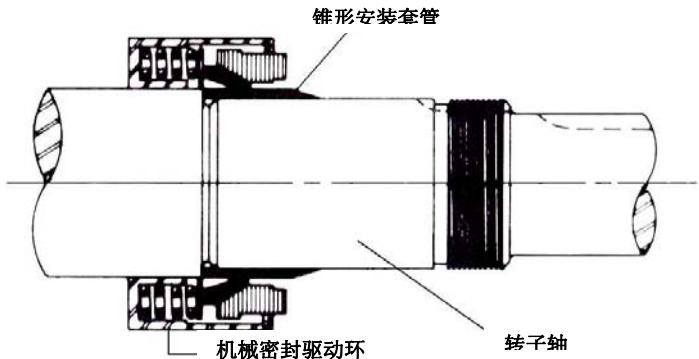

图 11
3. 将锥形安装轴套装在轴上。在锥形安装轴套外表面和密封件驱动环上涂上适量油。建议不要使用油脂。松开轴转动件和锥形套管。见图 11。